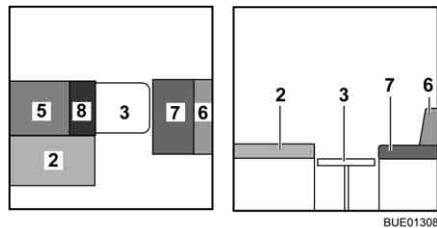

Bild 128 Under ombyggnaden
- Lägg extradyner (Bild 128,8) på bordet.